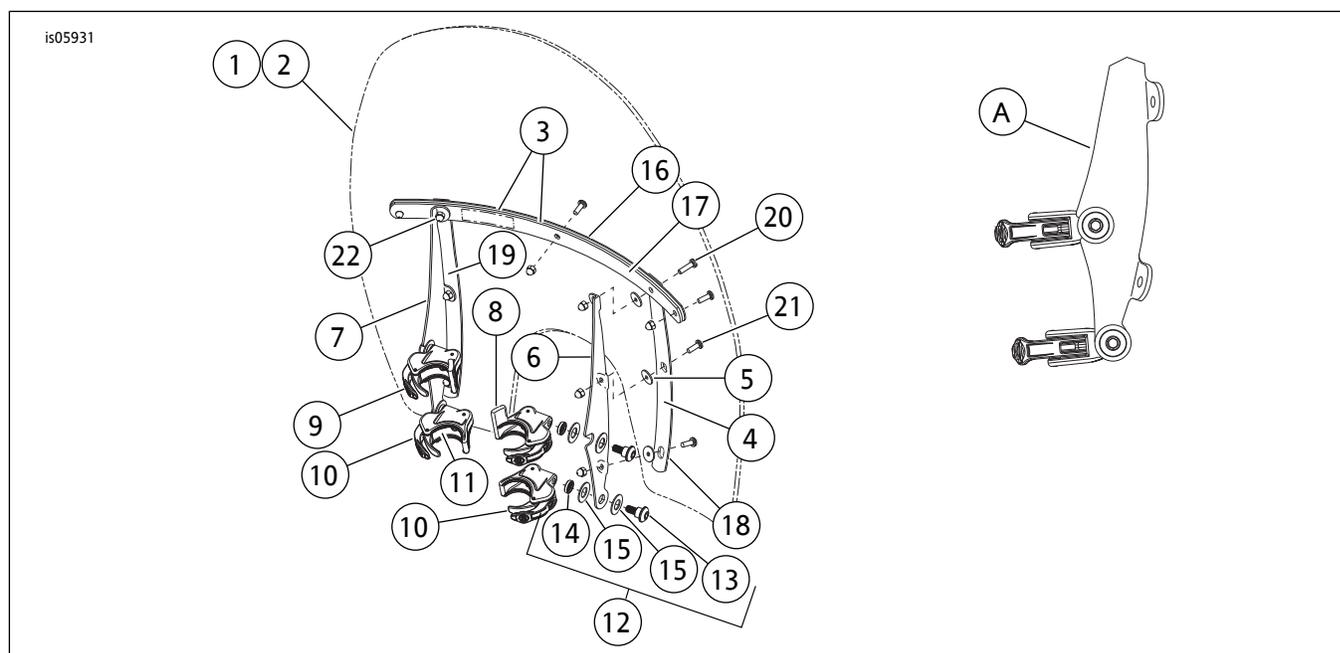

图6。维修零件：快速释放可拆卸式挡风玻璃套件
参见图6和表2。
- 参见图6和表2。根据转向信号重新定位套件(23)中的说明书重新定位转向信号。
- 参见图6和表2。从包装中拆下夹具和五金件套件，分开相似的零件准备组装。注意下部夹具的外观完全相同，左侧和右侧的上部夹具可以通过指向上方的加长件识别。